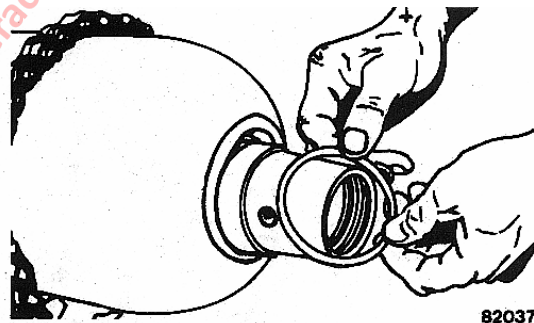

FIGURA 3-22. MONTAJE DE LA GOLILLA
13. Instale la golilla dentro del conjunto del cabezal móvil y tapón y empuje hasta que se asiente contra el anillo anti-extrusión. (Consulte la Figura 3-22).